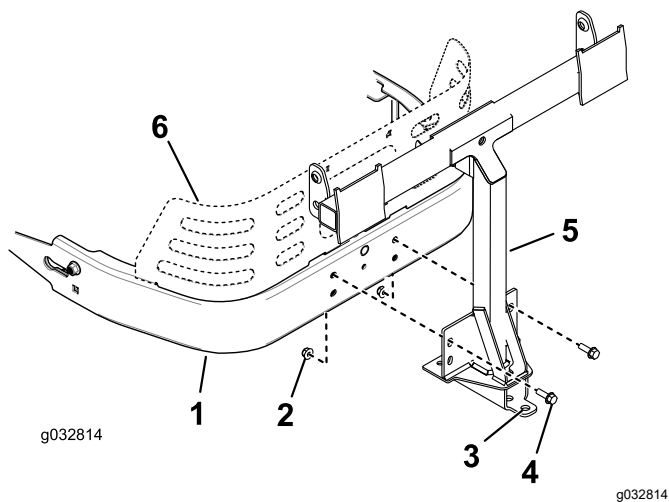

Figura 15
1. Instale el bastidor de pivote en el bastidor de la máquina según se muestra en Figura 15. Sujete el bastidor de pivote usando 2 pernos (5/16" x 1") y 2 contratueras (5/16").